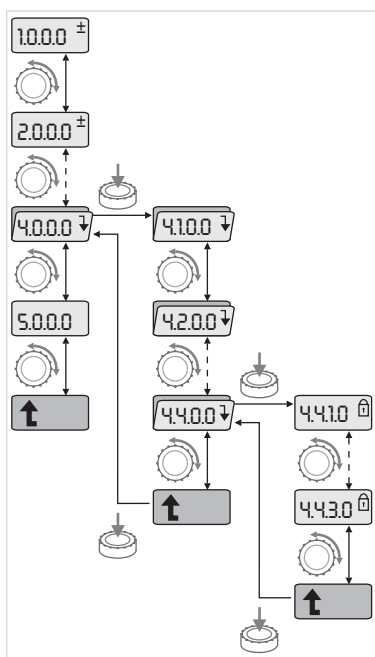

Fig.41: Przykład nawigacji
- Wykonać ogólną nawigację w menu w następujący sposób (przykład patrz rys. 41):